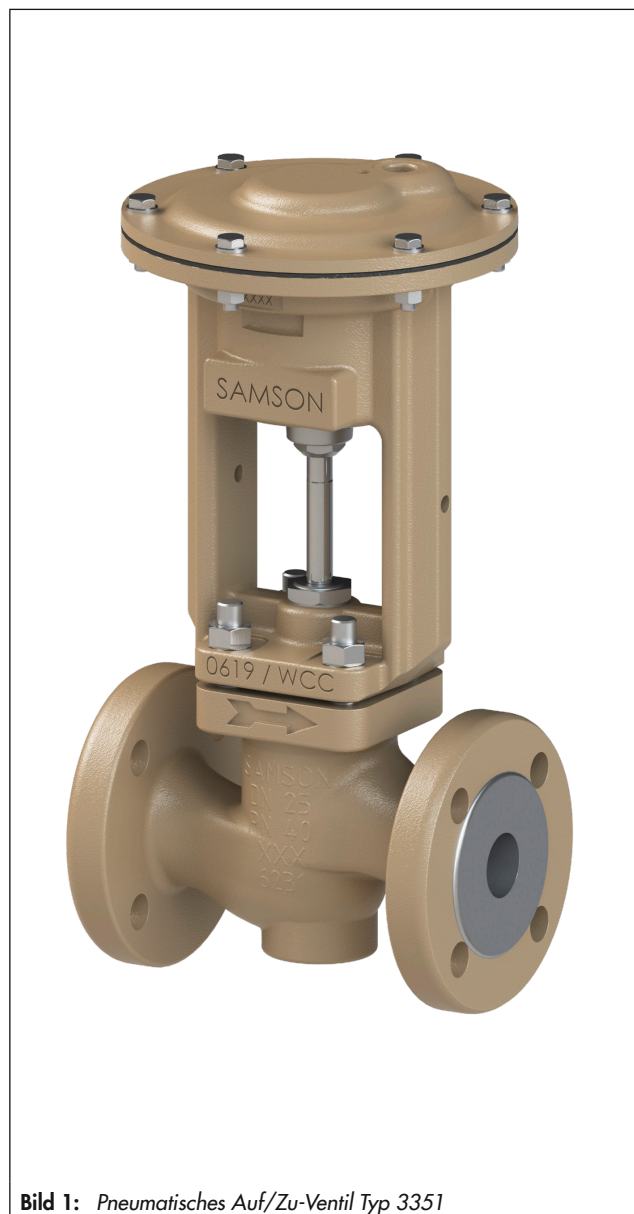

Bild 1: Pneumatisches Auf/Zu-Ventil Typ 3351
- **Typ 3351** (Bild 1) · Auf/Zu-Ventil mit selbst nachstellender PTFE-V-Ring-Packung · Nennweiten DN 15 bis 100 bzw. NPS ½ bis 4 · Mediumtemperaturen von -10 bis +220 °C (14 bis 428 °F)